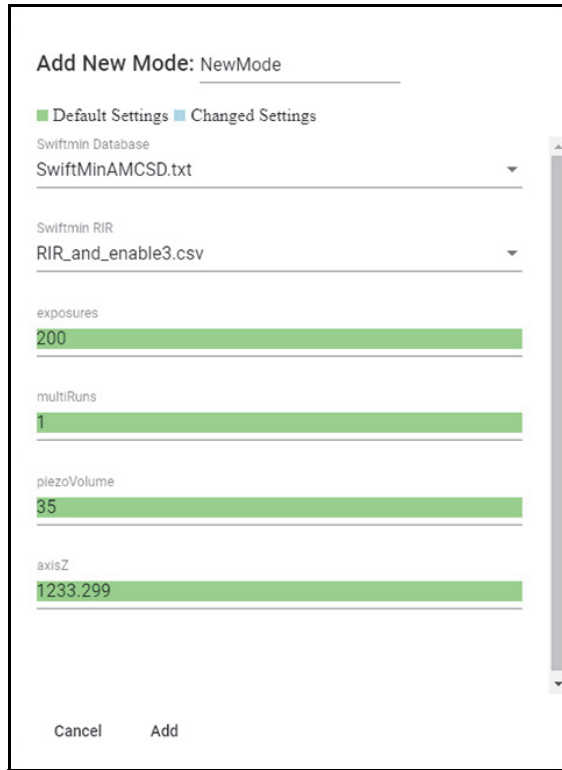

图 5-13 添加新模式对话框
2. 在对话框中，选择**Add New Mode**（添加新模式）栏区，并输入新模式的名称（参见第79页的图 5-13）。